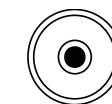

Fig.9
(2) Tournez l'instrument 1800 et la bulle doit être centrée (Figure 9), sinon ajustez-la. La méthode est la suivante.